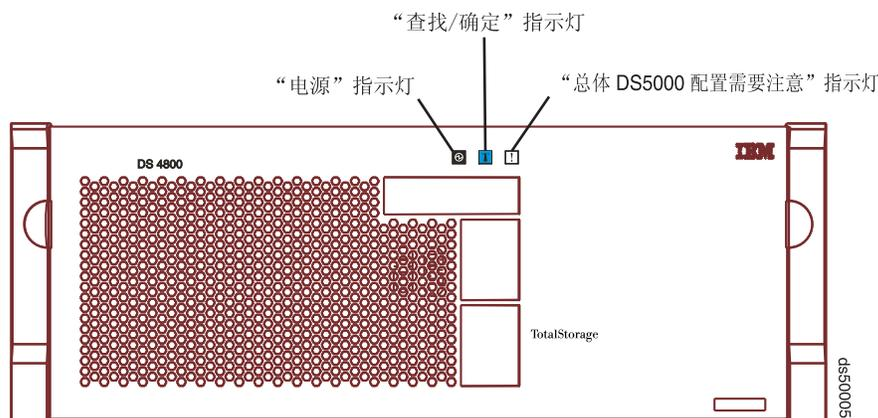

图 123. DS5100 和 DS5300 前挡板上的“总体配置需要注意”指示灯
2. 通过检查存储子系统前挡板上的“总体配置需要注意”指示灯，查找 SFP 模块有故障的存储子系统。（图 123 显示了前挡板上“总体配置需要注意”指示灯的位置。）